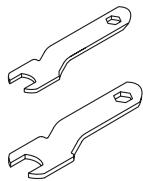

Figure 2 - Clés
2. Bien serrer la mandrin avec les clés (Voir Figures 2 et 3). Positionner une clé sur l'écrou de mandrin l'autre sur la tige. Tourner la clé sur l'écrou du mandrin à la droite, et simultanément, tourner l'autre clé au sens opposé. S'assurer de ne pas laisser glisser la tige.